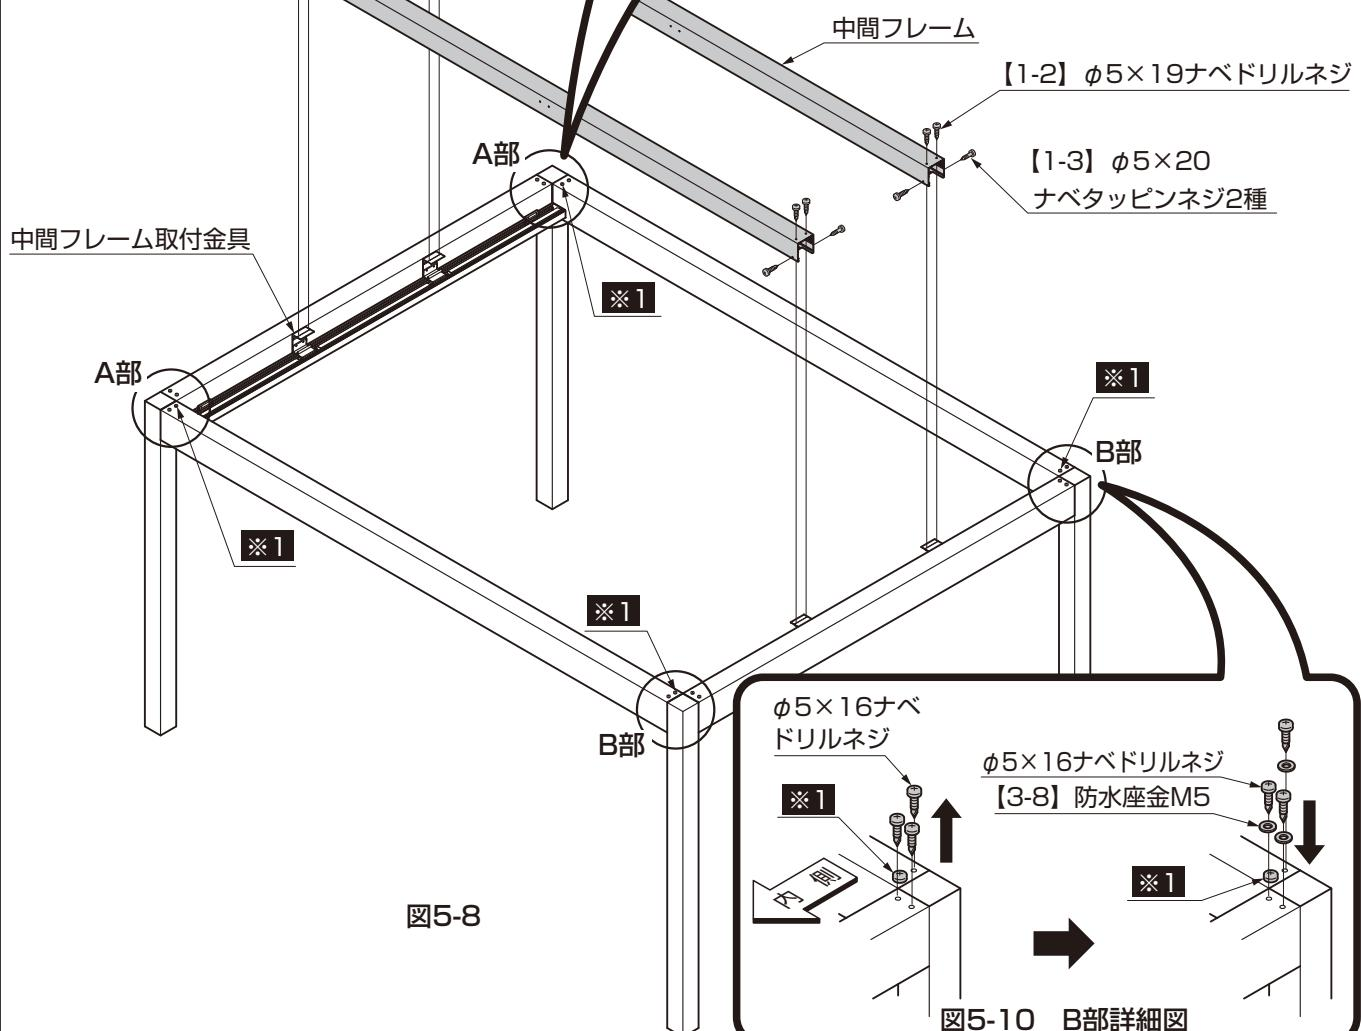

図5-8
①中間フレームを中間フレーム取付け金具に【1-2】、【1-3】で取付けてください。(図5-8参照)